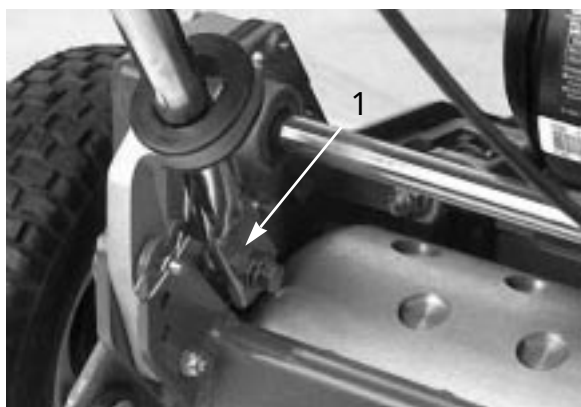

図 2
5. ハンドル端を内側に絞りながら、取り付けピンに通す（図2）。
6. 取り外しておいたキャップスクリュー、ワッシャ、ロックワッシャで、ハンドル端部を固定する（図2）。
7. 次に、ハンドル・アームの下部を固定する。先程外したキャップスクリューとロックナットを使用する（図2）。ハンドル・アーム取り付け穴にブッシュを入れるのを忘れないこと。
8. 先程外しておいたコッターピンとリングピンで、ハンドル・アームをフレーム後部に固定する（図2）。